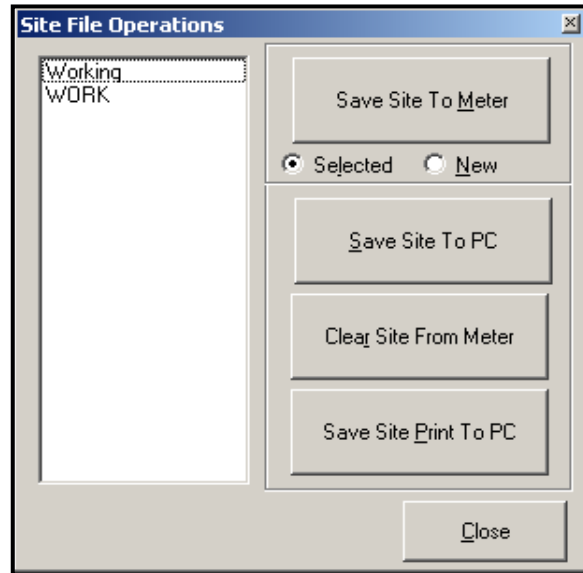

Figura 51: Janela *Site File Operations* (Operações do arquivo do local)
3. Clique no botão [Site Files] (Arquivos do local). A janela *Site File Operations* (Operações do arquivo do local) é exibida, conforme mostrado na *Figura 51* abaixo.
1. Destaque o local desejado no painel esquerdo. (Consulte a *Figura 51 na página 107*.)